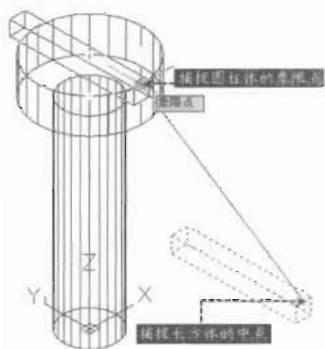

图 14-98
(3) 在“修改”工具栏中单击“移动”按钮, 将长方体移动到圆柱体上面, 如图 14-98 所示, 命令执行过程如下。